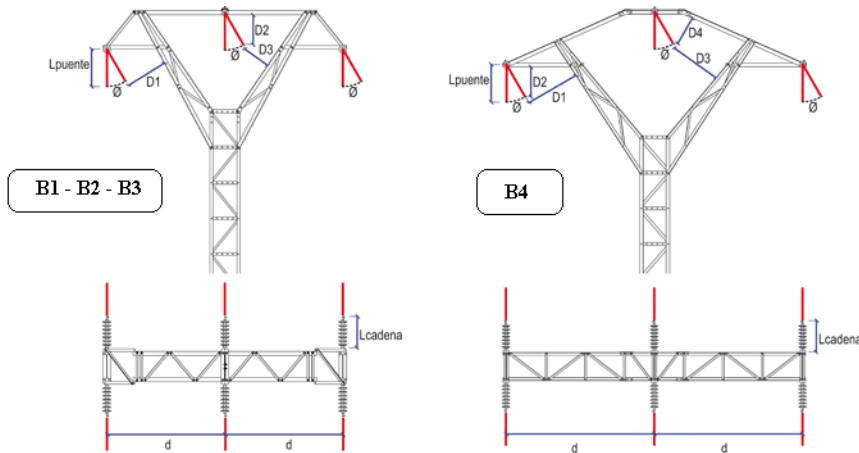
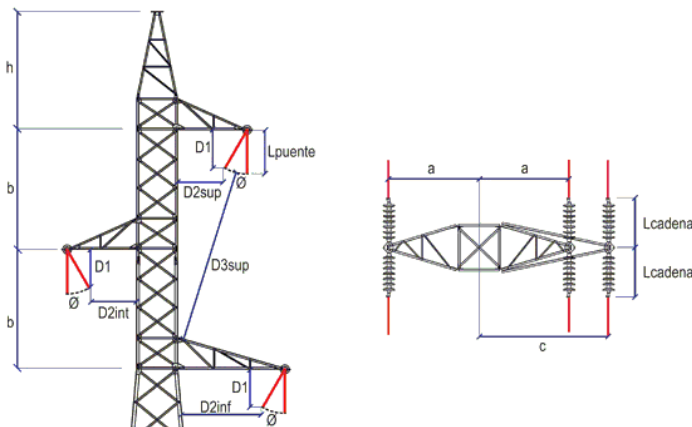
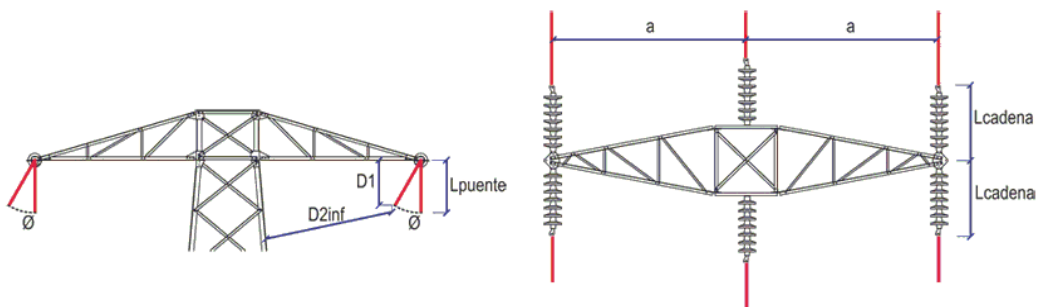
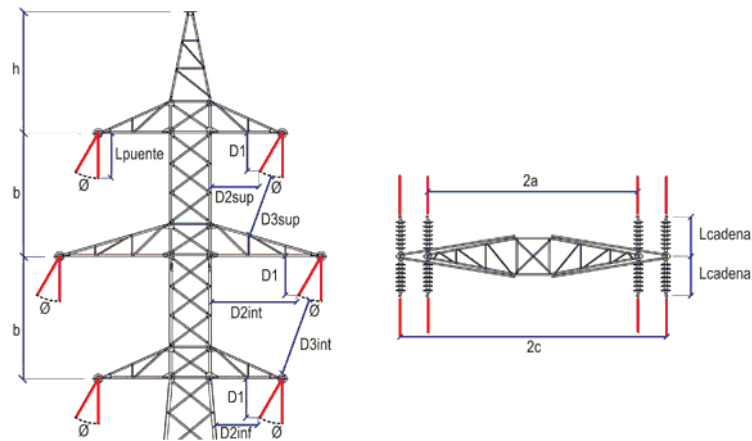

Figura 5.7. Crucetas tipo B
Figura 5.8. Crucetas tipo S
Figura 5.9. Crucetas tipo T
Figura 5.10. Crucetas tipo N
- Número de fases. Podemos elegir entre 3 y 6 fases. Si elegimos 3, posteriormente podemos elegir crucetas S (Figura 5.8), T (Figura 5.9) o B (Figura 5.7) y si ponemos 6 sólo podemos elegir el tipo de cruceta N (Figura 5.10).
- Bóvedas con cadena de suspensión (Figura 5.7). Debemos definir la distancia vertical entre la cabeza y el conductor central en metros con un mínimo de 0,88 metros o el aislamiento de los conductores (la longitud del aislamiento se tendrá contemplada en el presupuesto que da el programa y es la exigida por el R.D. 1432/2008). Para este armado tenemos la posibilidad de aislar el conductor central o todas las fases.